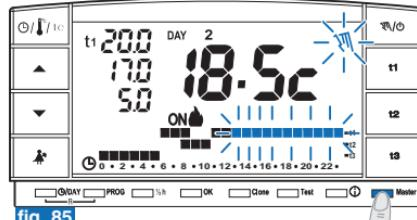

fig. 85
- appuyer brièvement sur la touche “**Master**”; l’écriture **Master** disparaît sur l’écran: le chronothermostat reste en fonctionnement “manuel temporaire” et les zones couplées au master retournent sous le contrôle de leurs transmetteurs respectifs (exemple sur la fig. 85).